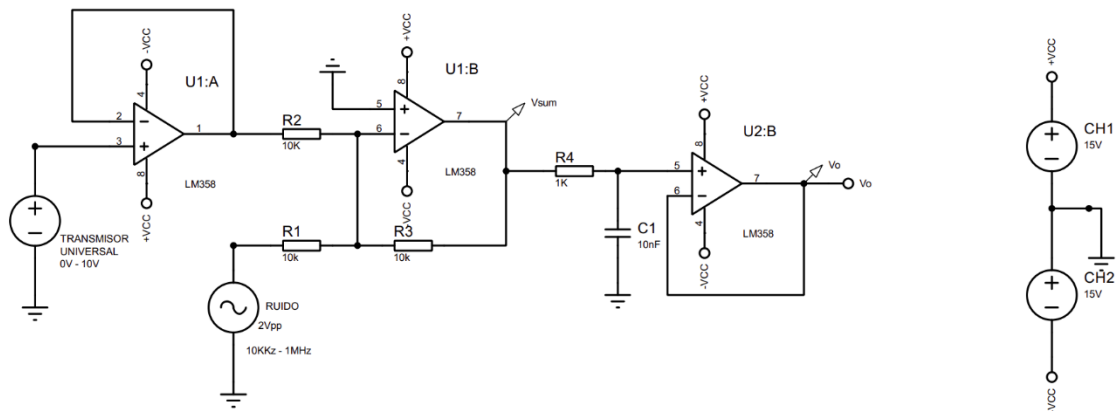

Figura 11: Acondicionamiento para ruidos de alta frecuencia.
1. Armar el circuito de la Figura 11. **Para efectos de simulación**, usar una fuente DC con voltaje fijo de 5V, como representación del funcionamiento del transmisor universal.